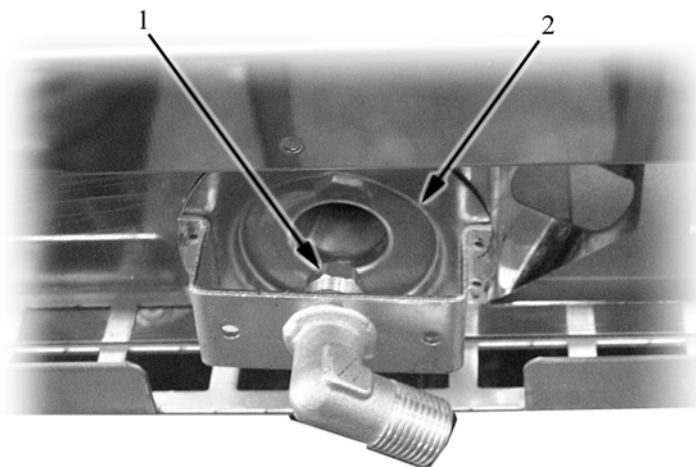

Abb. 13
- Die Düse (pos. 1 auf *** 'Abb. 13' on page 39 ***) mit einem Schlüssel zu 13 lösen die geeignete Düse einsetzen (siehe dazu „Table 2: Eigenschaften Brenner“ Table 3: Spezifikationen Brenner“;